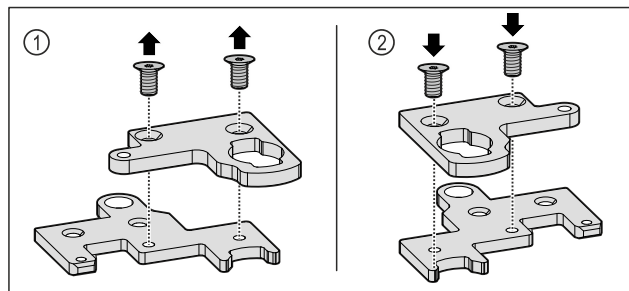

Fig. 34
- ▶ Szerelje ki a kétrészes zsanért. Fig. 34 (1)
- ▶ Szerelje vissza a kétrészes zsanért 180°-kal elforgatva. Fig. 34 (2)